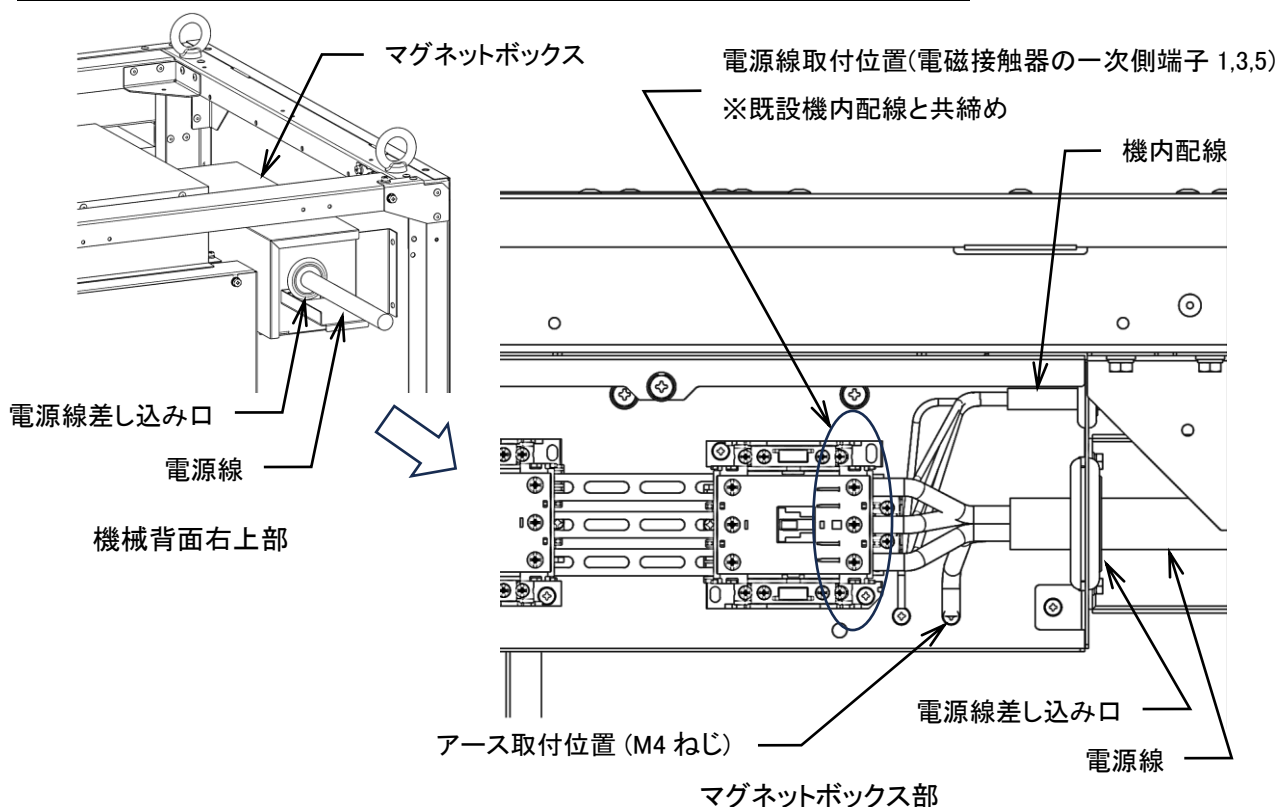

図 6-1
- ・ 電源線取付位置はマグネットボックス内、電磁接触器(ヒーター電源マグネット)の一次側端子 1,3,5 (M5 ねじ)です。既設機内配線と共締めしてください。(図 6-1 参照)